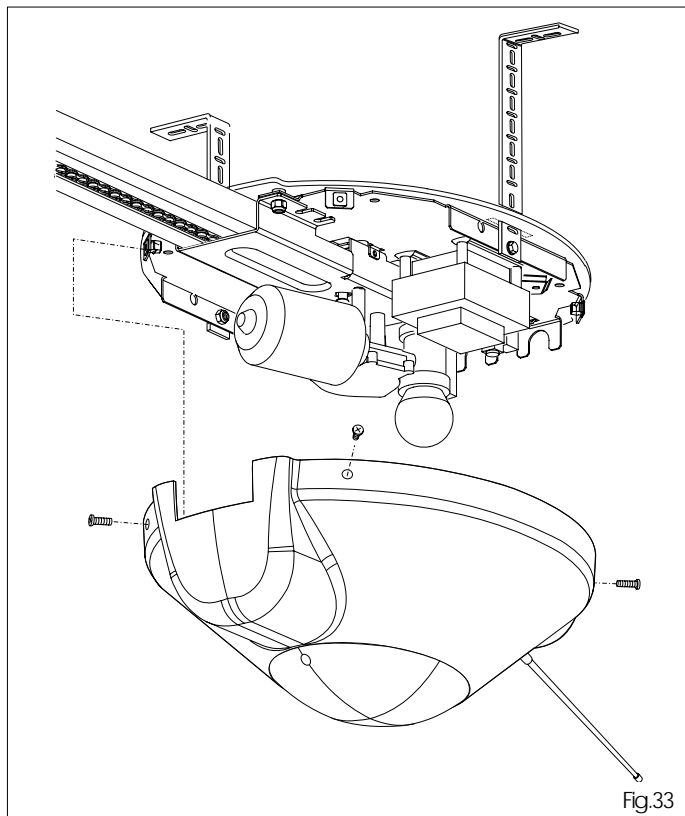

Fig.33
9.6 Bloquer le carter sur l'opérateur en utilisant des vis appropriées (fig.33).